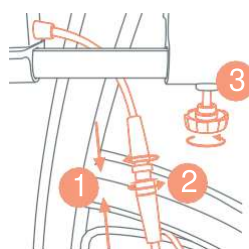

Figura 5: Conecte (1 y 2) y apriete (3) el regulador.
- Vuelva a conectar el cable y apriete el controlador girando el tornillo perilla **(Figura 5)**.